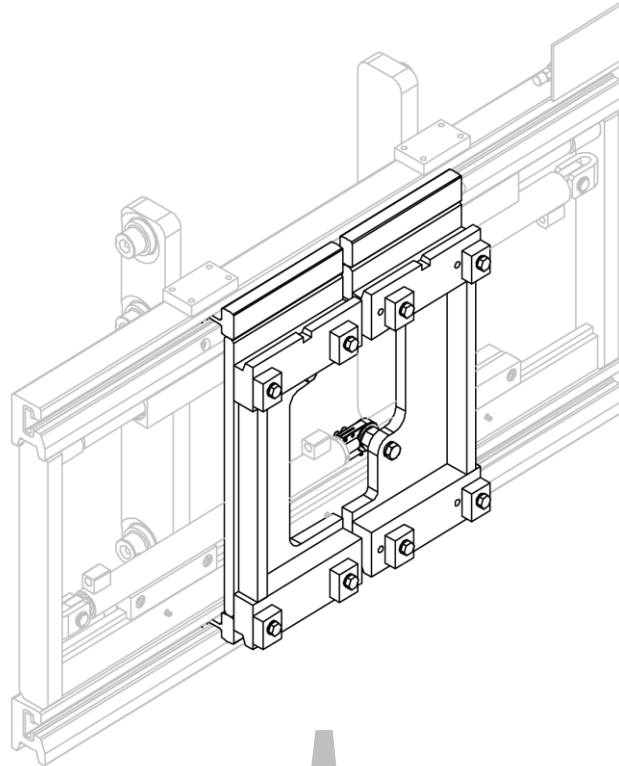
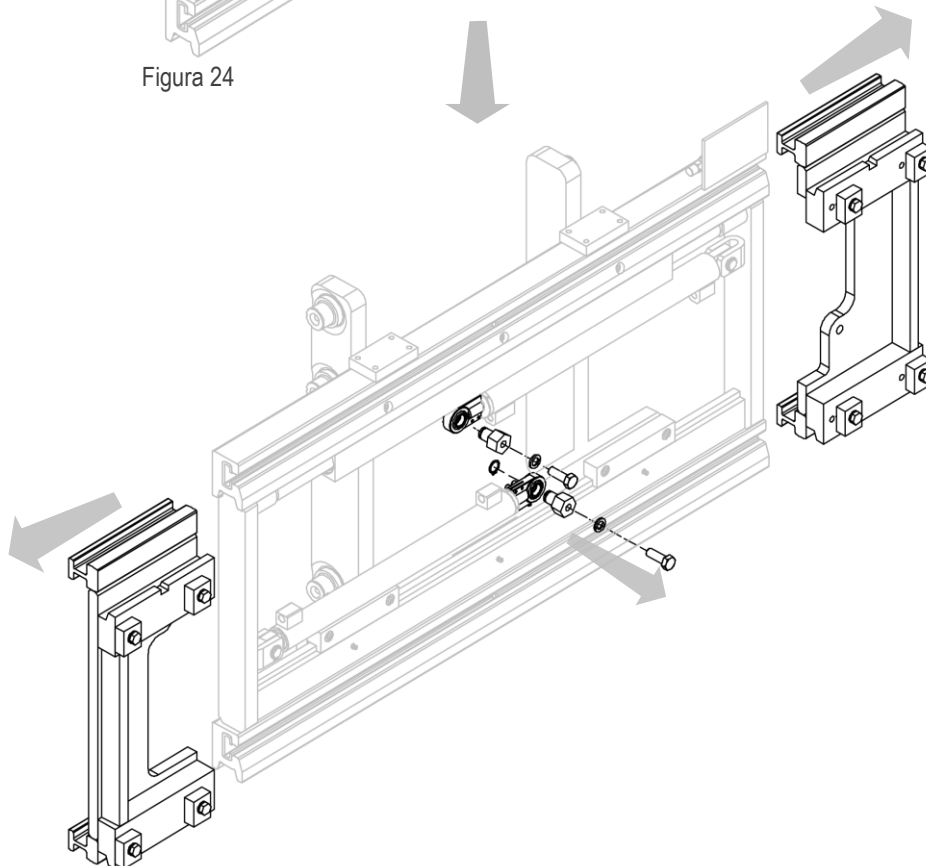

Figura 24
Figura 25
2. Retirar las vainas después de quitar los pasadores y tornillos que los aseguran a los cilindros (mira *Figura 24* y *Figura 25*).